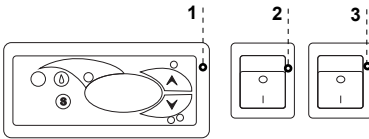

Abb.7 Steuerungspaneel in „Wiktorija“
- Hauptschalter-Taste drücken Abb.7/2 (S.22), oder Abb.8/2 (S.22) dadurch wird das Einschalten des Thermostats und Aggregats gelöst
- Auf dem Thermostatpanel Abb.7/1(S.22) oder Abb.8/1 (S.22) die Temperatur a einstellen (für Bedienung siehe S.26 oder 27)
- Beleuchtungs-Taste drücken Abb.7/3 (S.22) oder Abb.8/3 (S.22)